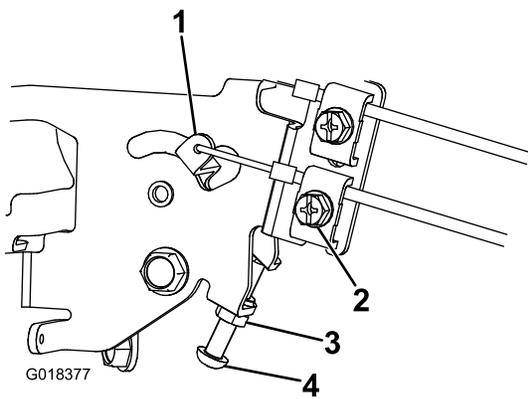

Figura 9
1. Afloje la contratuerca y desenrosque unas vueltas el tornillo de ralentí alto. Para ajustar la velocidad (rpm) del motor en unidades de potencia conectadas a los modelos 02710 y 02711, sustituya el tornillo de ralentí alto por el tornillo de ralentí alto M5 x 50 suministrado con 02711 y 02710 (Figura 9).
- Gire el tornillo de ralentí alto hasta que el extremo del mismo apenas toque la palanca de control de la velocidad, y apriete la contratuerca (Figura 9).